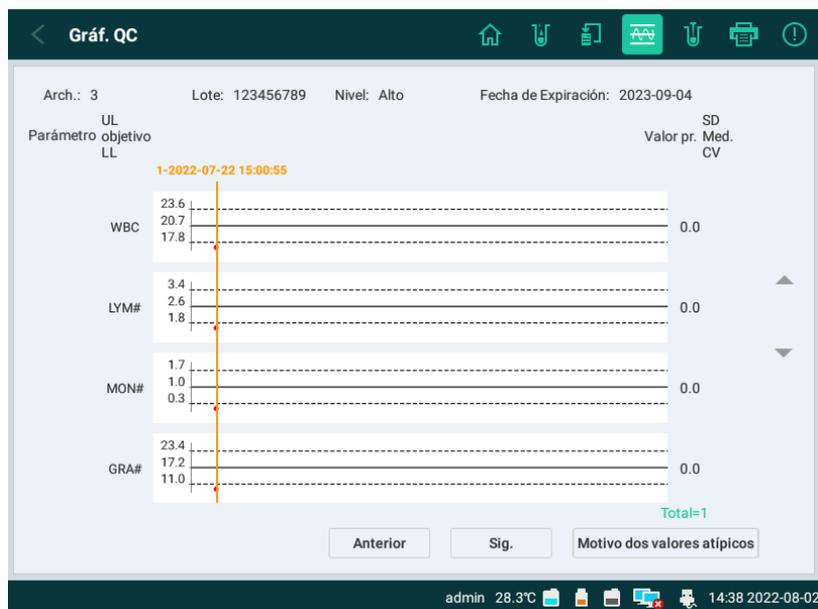

Imagen 9-9 Gráfico de QC
1. Ingrese a la pantalla Configuración de QC, seleccione un archivo de QC y presione **Gráf. QC**. Aparecerá el gráfico de QC correspondiente, como se muestra en la Imagen 9-9.